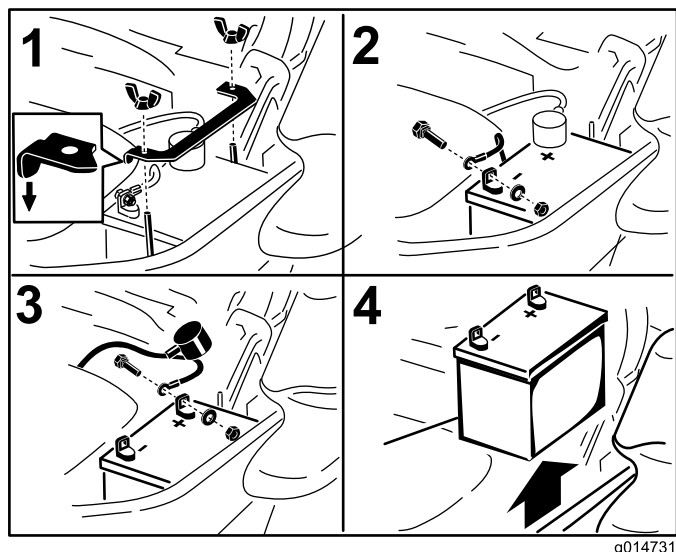

Figura 48
3. Scollegate prima il cavo negativo della batteria (nero) dal morsetto negativo (-)(nero) della batteria (Figura 48).
4. Sfilate la guaina rossa dal morsetto positivo (rosso) della batteria e togliete il cavo positivo (+)(rosso) della batteria (Figura 48).
5. Togliete il dado ad alette che fissa la fascetta della batteria (Figura 48).
6. Togliete la fascetta (Figura 48).
1. Posizionate la batteria nel vassoio, con i poli in posizione opposta al serbatoio idraulico (Figura 48).
4. Fissate i cavi con 2 bulloni, 2 rondelle e 2 dadi di bloccaggio (Figura 48).
6. Montate la fascetta e fissatela con il dado ad alette (Figura 48).